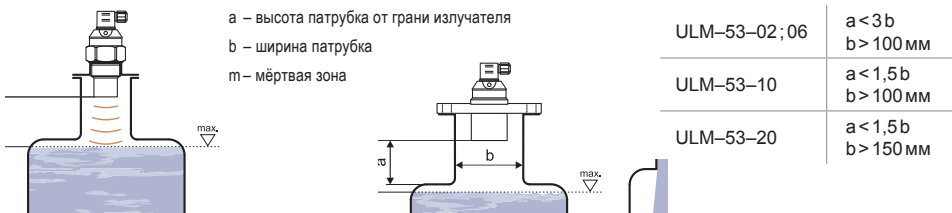

Рис. 4: Инсталляция измерителя уровня во входном патрубке
- Если максимальный уровень среды в резервуаре поднимается до мёртвой зоны, необходимо установить измеритель уровня в более высокий **входной патрубок**. Этим способом можно заполнить резервуар практически на максимальную высоту. Внутренняя поверхность патрубка должна быть ровной и гладкой (без граней и сварных швов), внутренний край в месте, где ультразвуковая волна выходит из трубки, должен быть закруглён. Диаметр патрубка выбирать как можно больше, а высоту патрубка - как можно меньше. Рекомендуемые размеры входного патрубка приведены на рис. 4.